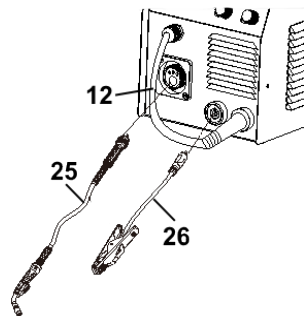

Рисунок 7
- під'єднайте еврорукав з пальником MIG/MAG (25, рисунок 7) до роз'єму (11, рисунок 1). Поедняйте кінець еврорукава з 4-ма отворами в роз'ємі, вставте та зафіксуйте за допомогою стопорної гайки;
- під'єднайте кабель робочого затискача «маси» (26, рисунок 7) до роз'єму «+» (10, рисунок 1), а сам робочий затискач до об'єкта зварювання якомога ближче до місця зварювання;
- під'єднайте кабель-перехідник MIG/MAG (12, рисунок 7) до роз'єму «-» (9, рисунок 1);